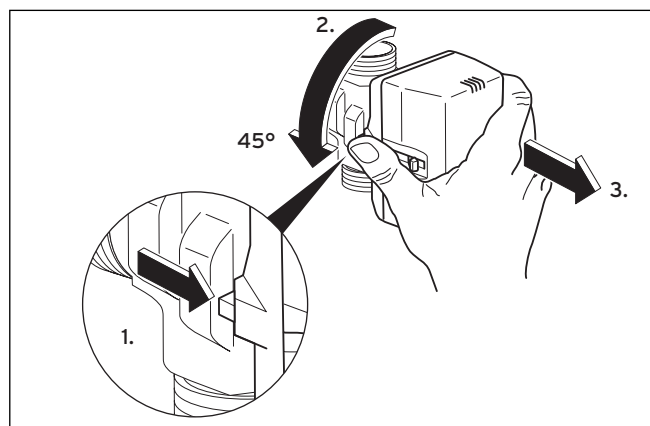

Abb. 6.3 Motorgehäuse des 3-Wege-Umschaltventils abnehmen
- Entfernen Sie das Stromversorgungskabel am Motorgehäuse des Umschaltventils (5).
- Motorgehäuse abnehmen (siehe Abb. 6.3):